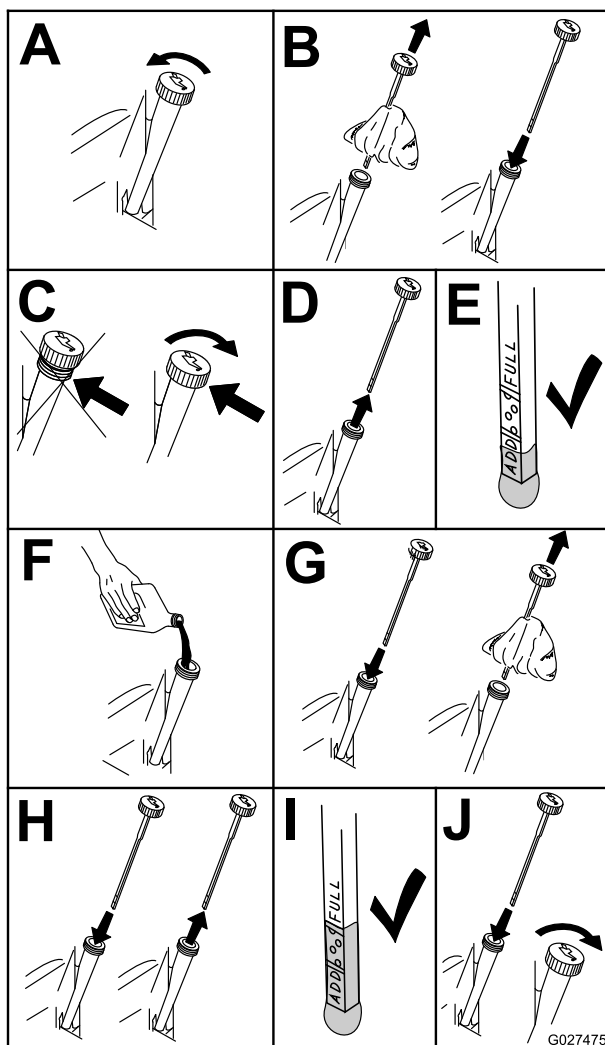

Figure 35
4. Contrôlez le niveau d'huile moteur (Figure 35).